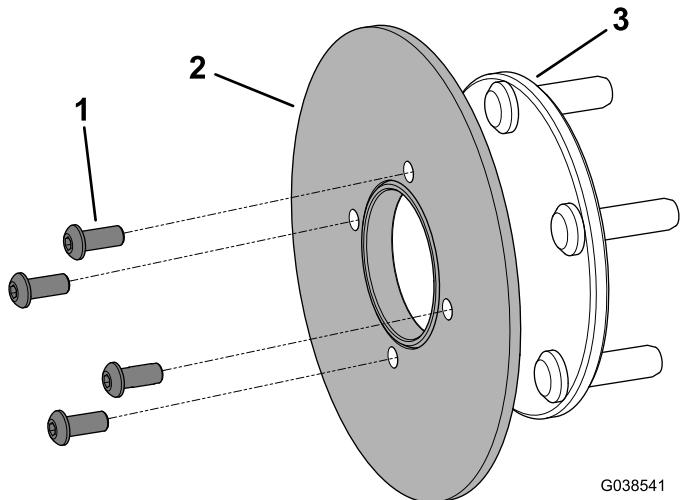

**Figura 6**
6. Retire o tampão antipoeira, perno de gancho, retentor da porca e porca de retenção e retire o cubo e disco do eixo (Figura 6).
- A. Aperte a porca de retenção rodando o cubo para assentar os rolamentos e aperte a porca de retenção com 16 a 20 Nm como se mostra na Figura 6.
- B. Desaperte a porca de retenção até que se afaste da anilha e cubo e aperte a porca de retenção com 169 a 226 Nm rodando o cubo (Figura 6).
- C. Instale o retentor da porca sobre a porca de retenção, assegure que o furo do perno de gancho está visível e instale o perno de gancho (Figura 6).
- D. Instale o tampão antipoeira (Figura 6).